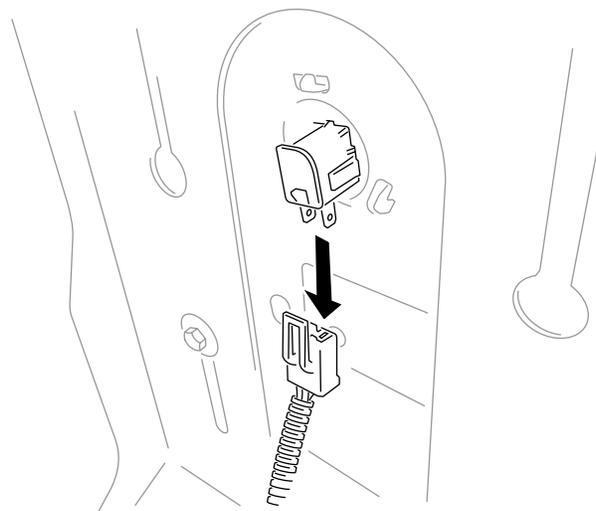

Figura 2
3. Scollegate il cablaggio dall'interruttore del sedile (Figura 2).